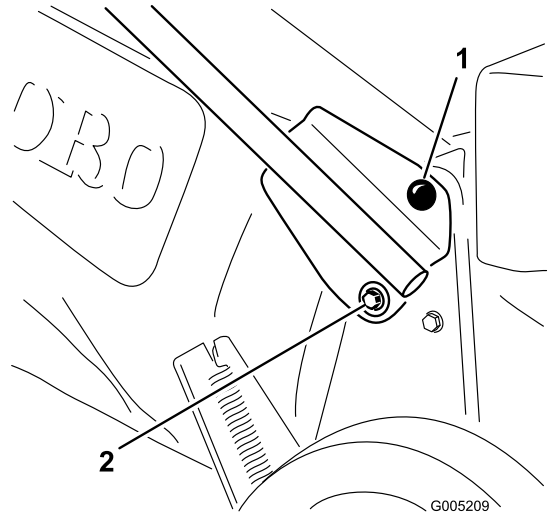

Figura 3
3. Haga girar el manillar hasta su posición de operación e instale las fijaciones según se ilustra (Figura 3).